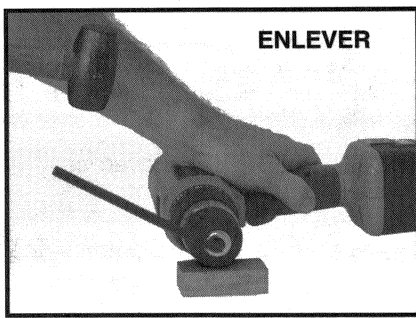

Fig. 9
5. Placez la partie courte d'une grande clé mâle Allen (1/4" ou plus large) dans le mandrin. Alignez la clé à angle droit avec le mandrin et vissez solidement. Tout en maintenant le mandrin sur une surface solide, positionnez la clé Allen vers la gauche (vois Fig. 9) et frapper un coup sec avec un marteau afin de desserrer le mandrin. Pour le retirer, faites tourner le mandrin dans le sens contraire des aiguilles d'une montre.